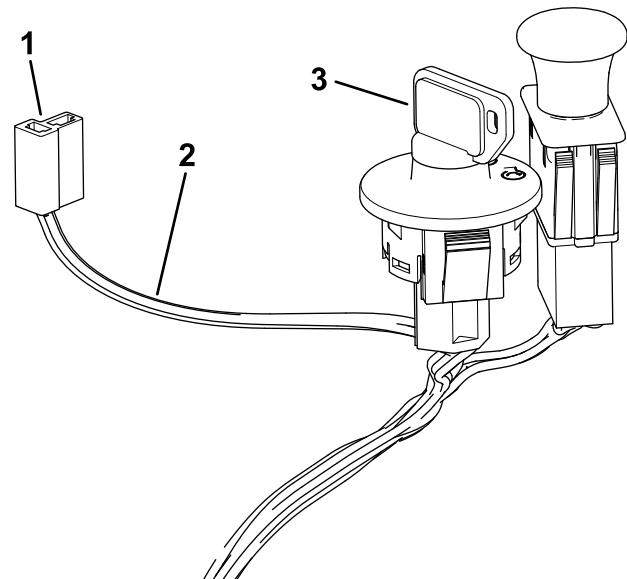

Bild 3
2. Suchen Sie den Hauptkabelbaum, der zum Schlüsselschalter führt, und den an diesem Kabelbaum angebrachten Anschluss des Betriebsstundenzählers (Bild 3).